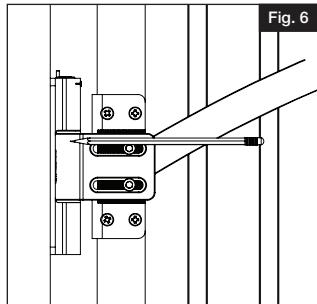

Fig. 6
- d. Mark pilot holes on the wall/column, through the screw holes in the hinges (Fig. 6).
- d. Faire des marques sur le mur ou la colonne à travers les trous de vis dans les charnières (Fig. 6).